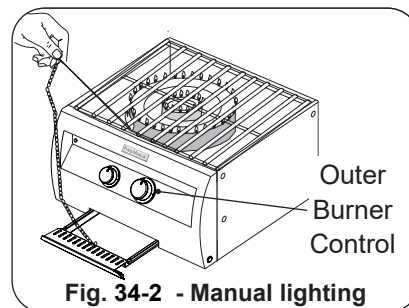

Fig. 34-2 - Manual lighting
AVERTISSEMENT: Ne mettez pas la main directement au-dessus du brûleur en s'allumant mais au loin au côté comme montré (Fig. 34-2).
- 2a. Insérez un allumeur brûlant de butane de long-baril, une allumette brûlante de long-tige, ou une allumette brûlante tenue par un support de prolongation de fil par les grilles à cuire au brûleur désiré à allumer (Fig. 34-2). Avec la flamme toujours à côté du brûleur, diminuez le bouton de commande de correspondance (bouton externe de droite de brûleur, brûleur intérieur laissés le bouton), et tout en pressant le tour il dans le sens contraire des aiguilles d'une montre dans la position **LÉGÈRE** de HI. Enlevez l'allumeur ou assortissez quand le brûleur s'allume, et libérez le bouton de commande.
3. Si le brûleur ne se allume pas dans les cinq (5) secondes de tourner le bouton de commande, tournez immédiatement le bouton de commande de brûleur à la position de repos. **ATTENDEZ CINQ MINUTES** avant de répéter les étapes 2 et 3 des **INSTRUCTIONS MANUELLES D'ÉCLAIRAGE**.